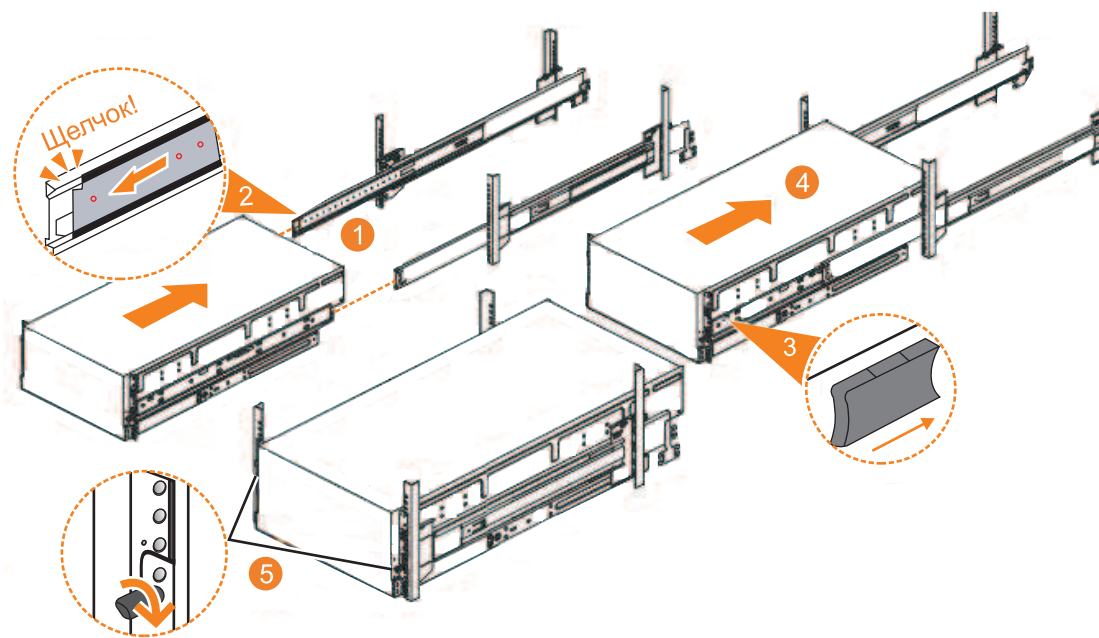

Рисунок 61. Замена корпуса 2145-92F в стойке
1. Полностью выдвиньте левую и правую части лотка из стойки до блокировки направляющих в выдвинутом положении (**1** на рис. 61 на стр. 67).
2. Убедитесь, что защелкнулся шариковый фиксатор внутри левой и правой частей лотка (**2** на рис. 61).
6. Найдите левый и правый синие фиксаторы с передней стороны корпуса. Надавите на них, чтобы разблокировать механизм лотка (**3** на рис. 61).
7. С усилием задвиньте корпус в стойку (**4** на рис. 61).
8. Затяните винты (**5** на рис. 61), чтобы закрепить корпус в стойке.